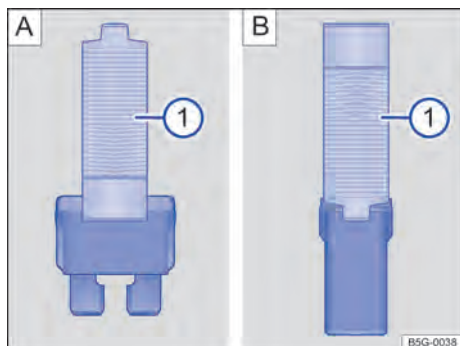

Fig. 145 Retirar ou colocar o fusível com a pinça de plástico: **A**): fusível plano, **B**): fusível de bloqueio.
- Se necessário, retirar a pinça de plástico → Fig. 145 ❶ da cobertura da caixa de fusíveis.
- De acordo com a versão do fusível, colocar as garras adequadas do alicate plástico → Fig. 145 **A** ❶ ou → Fig. 145 **B** ❶ lateralmente no fusível.
- Caso o fusível esteja queimado, substituir o fusível por um novo da *mesma* intensidade de corrente (mesma cor e inscrição) e do *mesmo* tamanho → ❷.